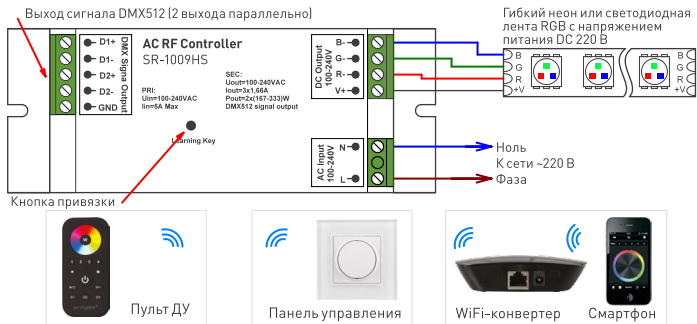

Рис. 1. Схема подключения RGB гибкого неона или светодиодной ленты.
- 3.3. Подключите RGB гибкий неон или светодиодную ленту с напряжением питания 220 В к выходу DC OUTPUT контроллера (Рис. 1).